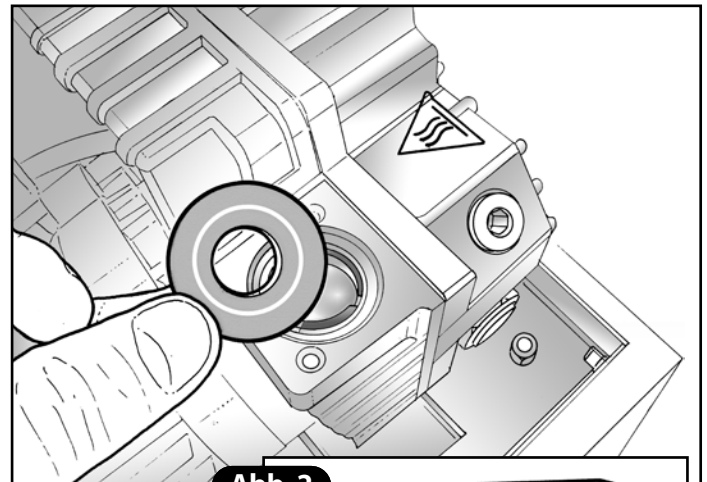

Abb. 2
- Die beiden Schrauben, die den Schweißbalken an die Halterung blockieren, abschrauben (**Abb. 2**).
- 4) In der Reihenfolge die Verschlusskappe aus Gummi und diejenige aus Stahl entfernen. Den Zustand der gesamten zugänglichen Saugereinheit prüfen und, falls erforderlich, die Reinigung mit einem, mit Alkohol befeuchtetem Tuch vornehmen (**Abb. 2**).